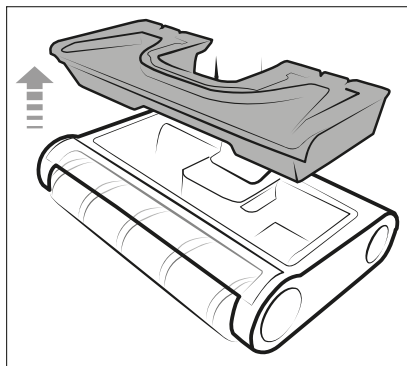

Fig. 10
- 3) Retirez le réservoir d'eau sale **13** de la tête de nettoyage **7** (voir fig. 10).